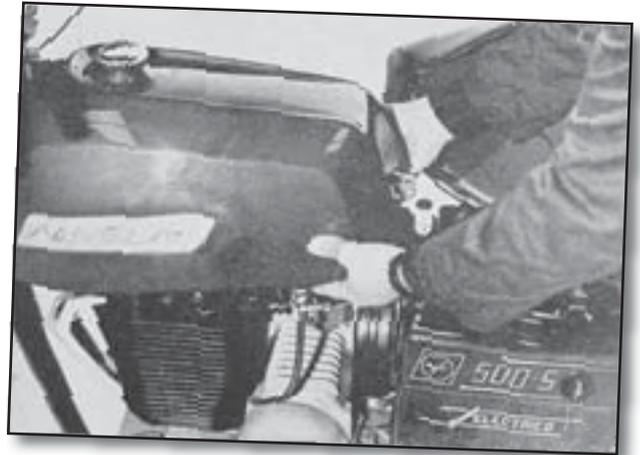

fig. 1
1) Para ello quitar el depósito de gasolina desconectando el tubo a la salida del grifo, levantar el asiento por medio de la llave que se suministra en la bolsa de herramientas se quita el tornillo que sujeta el depósito (fig. 1), entonces, sujetando el mismo con las dos manos se tira por la parte trasera hacia arriba y atrás, liberándolo de las sujeciones delanteras de goma. Se deja el depósito al lado de la motocicleta.